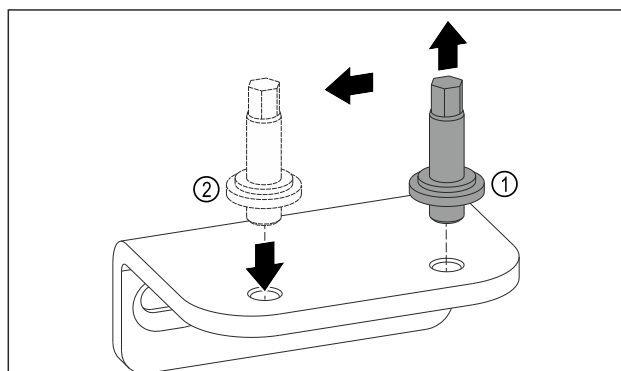

Fig. 11
- Desatornillar el perno del soporte del cojinete inferior con una llave Allen SW5. Fig. 11 (1)
- Insertar el perno en el lado opuesto. *Fig. 11 (2)*